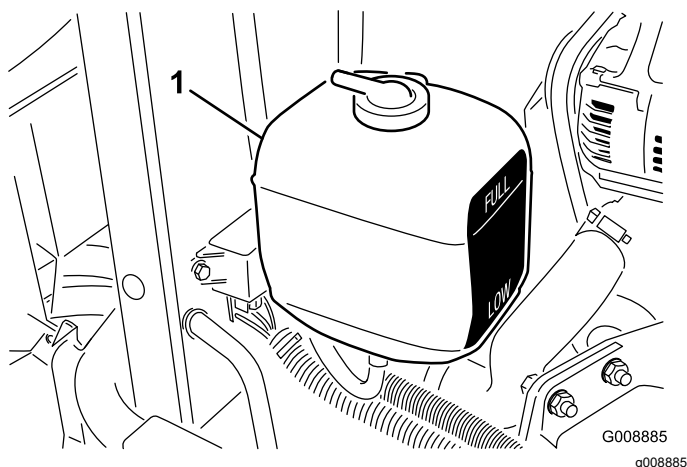

Рисунок 29
2. Проверьте уровень охлаждающей жидкости в расширительном бачке (Рисунок 29). При холодном двигателе уровень охлаждающей жидкости должен находиться приблизительно посередине между отметками на боковой стенке бачка.